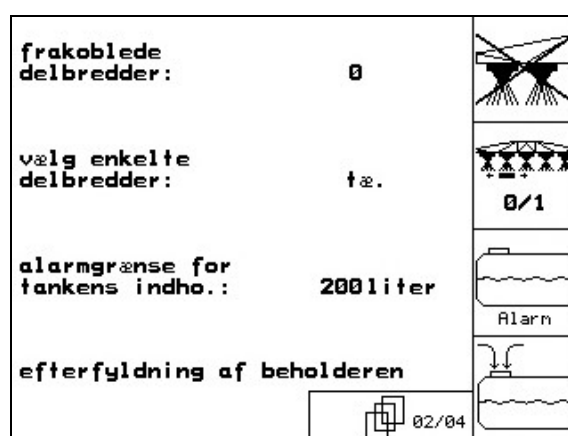

Fig. 23
- v.h.a. funktionsfeltet  er det muligt at foretage permanent frakobling af enkelte delbredder. Det viste tal (Fig. 23/1) informerer om antallet af permanent frakoblede delbredder ("0" = ingen frakoblede delbredder). Se side 37.
- Displayet viser enten "tilkoblet" (Fig. 23/2) eller "frakoblet".